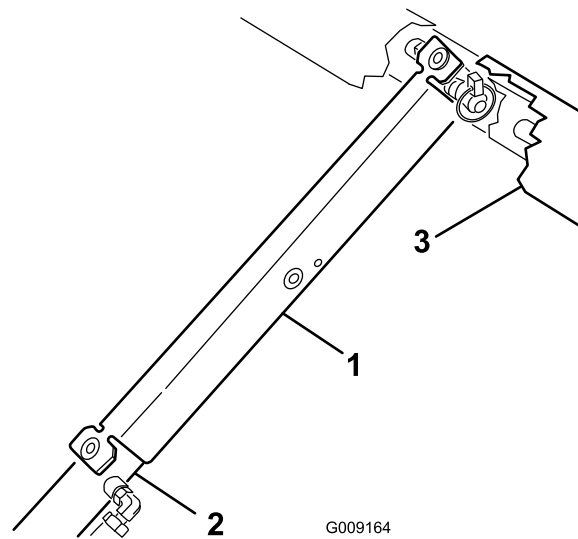

Figura 15
10. Introduza o apoio da plataforma na haste do cilindro, assegurando que as linguetas encostam à extremidade do cilindro e à extremidade da haste do cilindro (Figura 15).